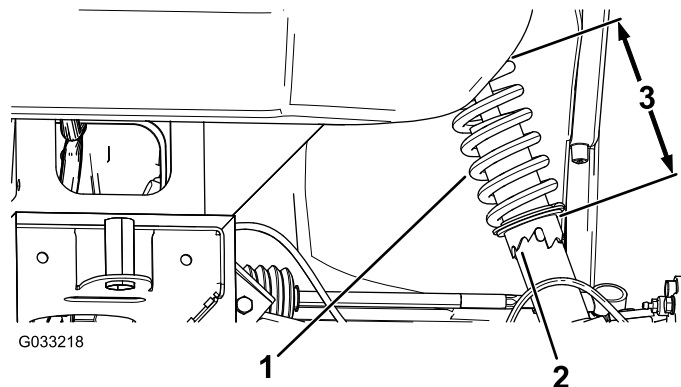

Figure 43
2. Si le carrossage des roues n'est pas correct, utilisez la clé à ergots pour tourner le collet sur l'amortisseur et orienter la roue correctement (Figure 43).